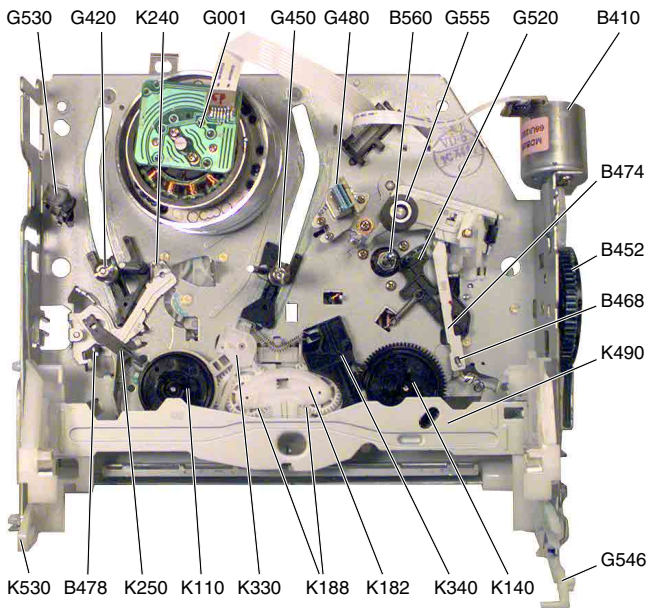

Fig. 1
- gefederten Lift-Hebel **B** (Fig. 4) spannen, Arretierung **C** lösen und Cassetten-Lift (K490, Fig. 1) herausnehmen.